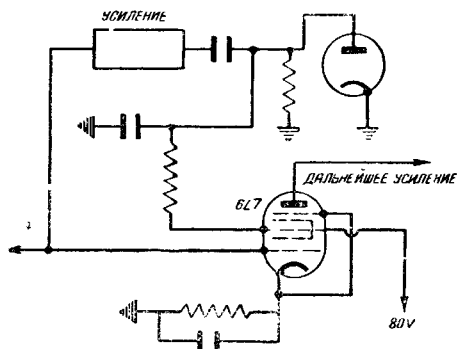

Рис. 5
3. Автоматическое расширение диапазона громкости звучаний или контраста звучаний до значительно больших пределов, чем это возможно было в любом прежнем приемнике. Эти схемы осуществляются опять-таки путем применения диодов. Очень удачно вопрос об управлении усилителем разрешен применением новой смесительной лампы — описанного выше гексода, преобразующего в геттод (тип 6L7). В этих схемах, принцип которых показан на рис. 5, усиливаемый сигнал подводится к первой управляющей сетке, а выпрямленное диодом напряжение сигнала управляющей контрастом звучания, подводится к третьей сетке, т. е. к управляющей сетке для гетеродина при использовании лампы для преобразования частоты. Таким образом в этой схеме, помимо того, что от сигнала к лампе подводится переменное напряжение для последующего усиления сигнала, также изменяется смещающее напряжение на другой сетке, благодаря чему диапазон силы звучания увеличивается по крайней мере в 2—3 раза по сравнению с обычным приемником.